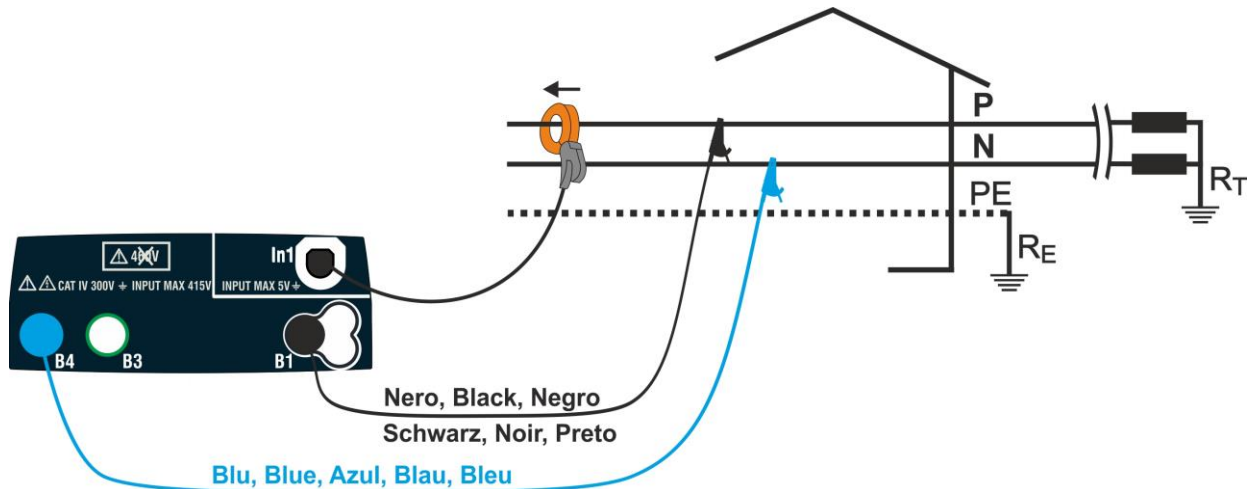

Fig. 42: Collegamento per misura su impianto Monofase
- **FS** → Questo tasto permette di selezionare il fondo scala (FS) dei trasduttori a pinza utilizzabili con lo strumento. Sono disponibili i seguenti valori: **1A, 5A, 10A, 30A, 40A, 100A, 200A, 300A, 400A, 1000A, 2000A, 3000A**
3. Inserire i connettori blu e nero dei cavi singoli nei corrispondenti terminali di ingresso dello strumento B4, B1. Inserire all'estremità dei cavi rimasta libera i corrispondenti coccodrilli o puntali. Connettere i coccodrilli, puntali alla fase P e N in accordo alla Fig. 42 per la misura della tensione in sistemi Monofase. Collegare la pinza esterna all'ingresso **In1** dello strumento e al conduttore di fase per sistemi Monofase. La freccia presente sulla pinza deve seguire il verso in cui fluisce la corrente, normalmente da generatore verso il carico come mostrato nella Fig. 42